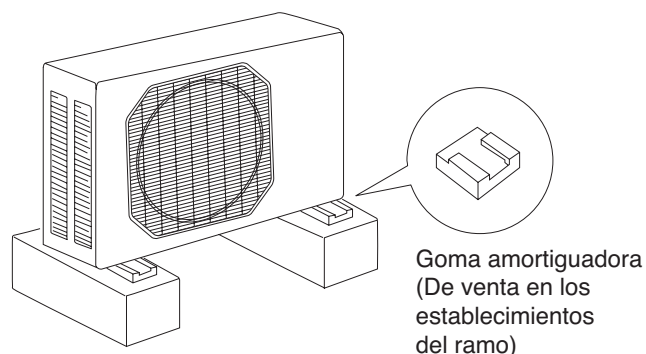

Fig. 5d
- Instale la goma amortiguadora bajo el pie de la unidad para reducir la vibración y el ruido. (Fig. 5d)